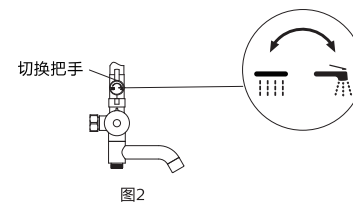

图2
- 当切换把手竖直时,顶喷花洒出水,参考图2。
- 当切换把手朝向“**喷枪**”转动时可切换成喷枪出水,参考图2。